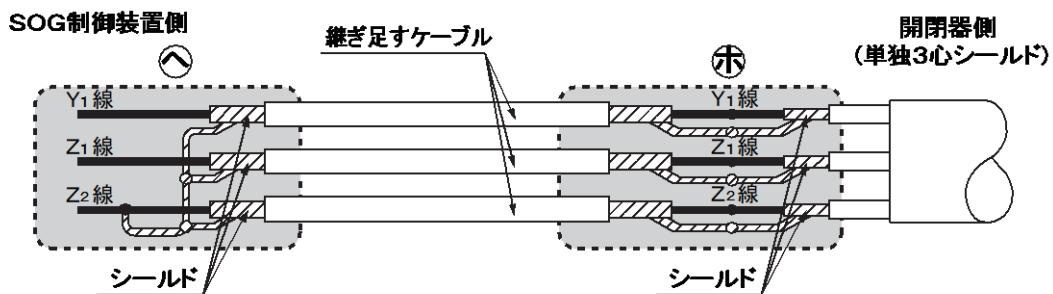

図13 ケーブルの継ぎ足し
- ④開閉器側制御ケーブルの端末は、シールド線を Z2 端子に半田付けしていますので、継ぎ足す場合には Z2 端子から Y1、Z1、Z2 の各々のシールド線を外し、端子記号を合わせて接続してください。また開閉器側の Y1、Z1、Z2 のシールド線と継ぎ足すケーブル側の Y1、Z1、Z2 のシールド線を各々接続してください。(図 13)
- ⑤継ぎ足した側のケーブル端末は、SOG 制御装置側で Y1、Z1、Z2 のシールド線と Z2 端子を接続してください。(図 13)